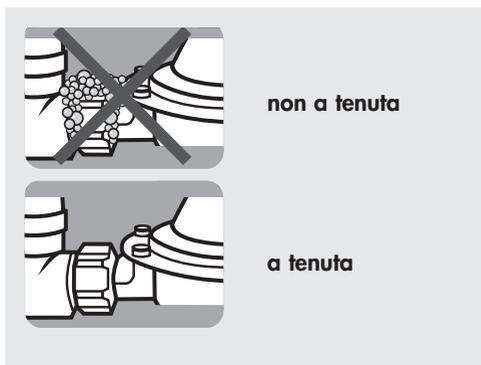

Fig. 3: Controllo della tenuta
4. Spruzzare tutti i collegamenti dalla valvola della bombola fino al rubinetto del gas dell'apparecchio utilizzando lo spray rilevatore di perdite. In alternativa, applicare la schiuma con una spugna o un pennello. Prestare attenzione che tutti i collegamenti dalla valvola della bombola al rubinetto del gas dell'apparecchio siano coperti di schiuma. Laddove si formino bolle si è in presenza di una perdita (vedi Fig. 3).